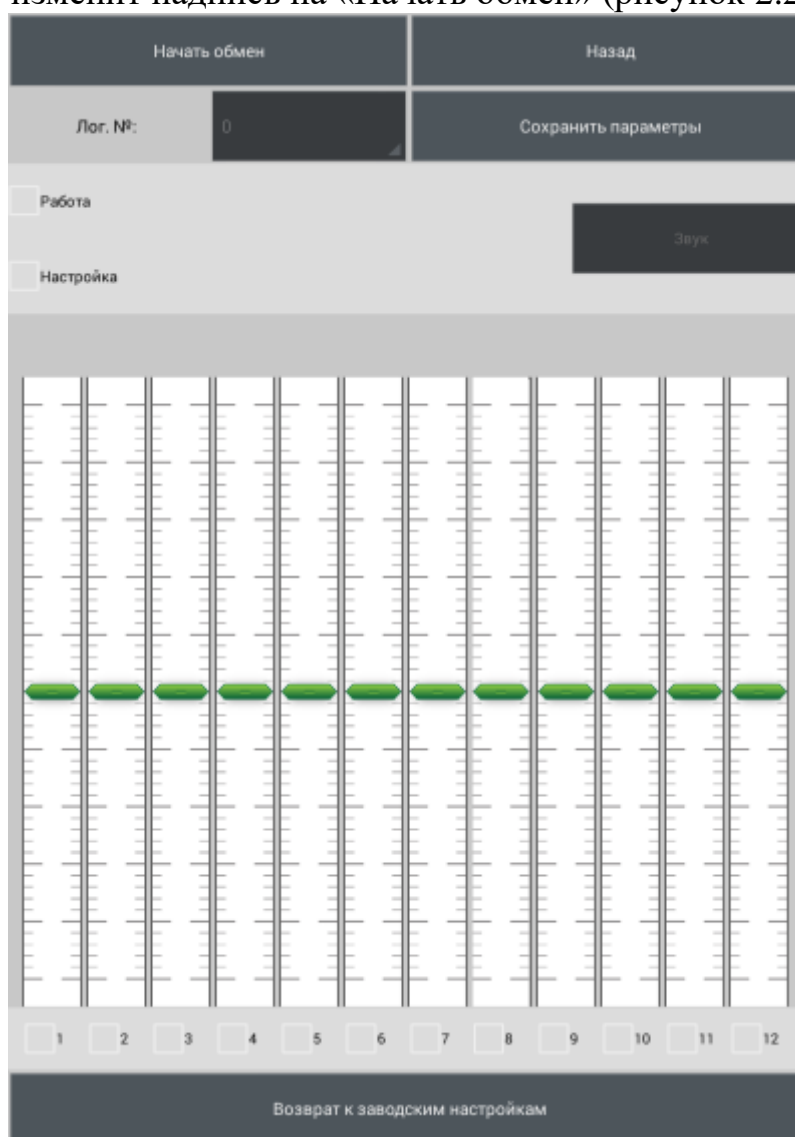

Рисунок 2.27
2.3.7.4.7 Нажать кнопку «Да». После успешного соединения кнопка «Подключиться» изменит надпись на «Начать обмен» (рисунок 2.27).
2.3.7.5.5 Откроется рабочее окно программы (рисунок 2.27).